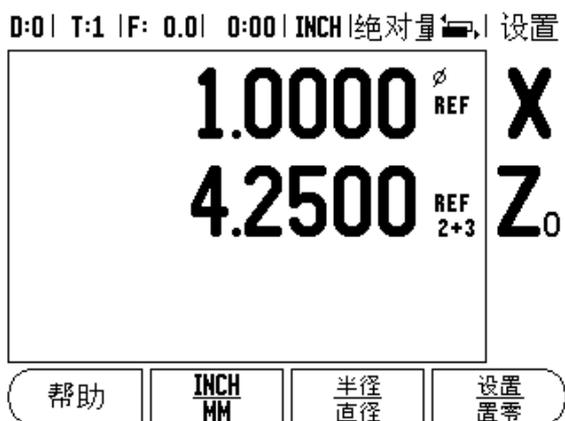

Fig. II. 4 连接 Z 轴
- 按照显示单元后面板的编码器输入接口编号按下数字键。按下 + 或 - 软键将第 2 个输入与第 1 个输入接口连接。输入的数字显示在轴符旁，代表它是一个连接位置（例如“2”+“3”）。参见 Fig. II. 4.
要连接 Z₀ 和 Z 轴并将结果显示在 Z₀ 上，按住 Z₀ 键约 2 秒钟。Z 轴位置的合计值将显示在 Z₀ 上，Z 轴显示为空。参见 Fig. II. 4.